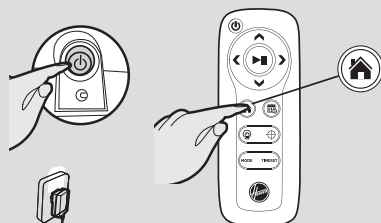

Fig. 4
Accendere il Robot, premendo l'interruttore ON/OFF nella parte inferiore (I). **[Fig. 4]** Appoggiarlo di fronte alla stazione di ricarica.